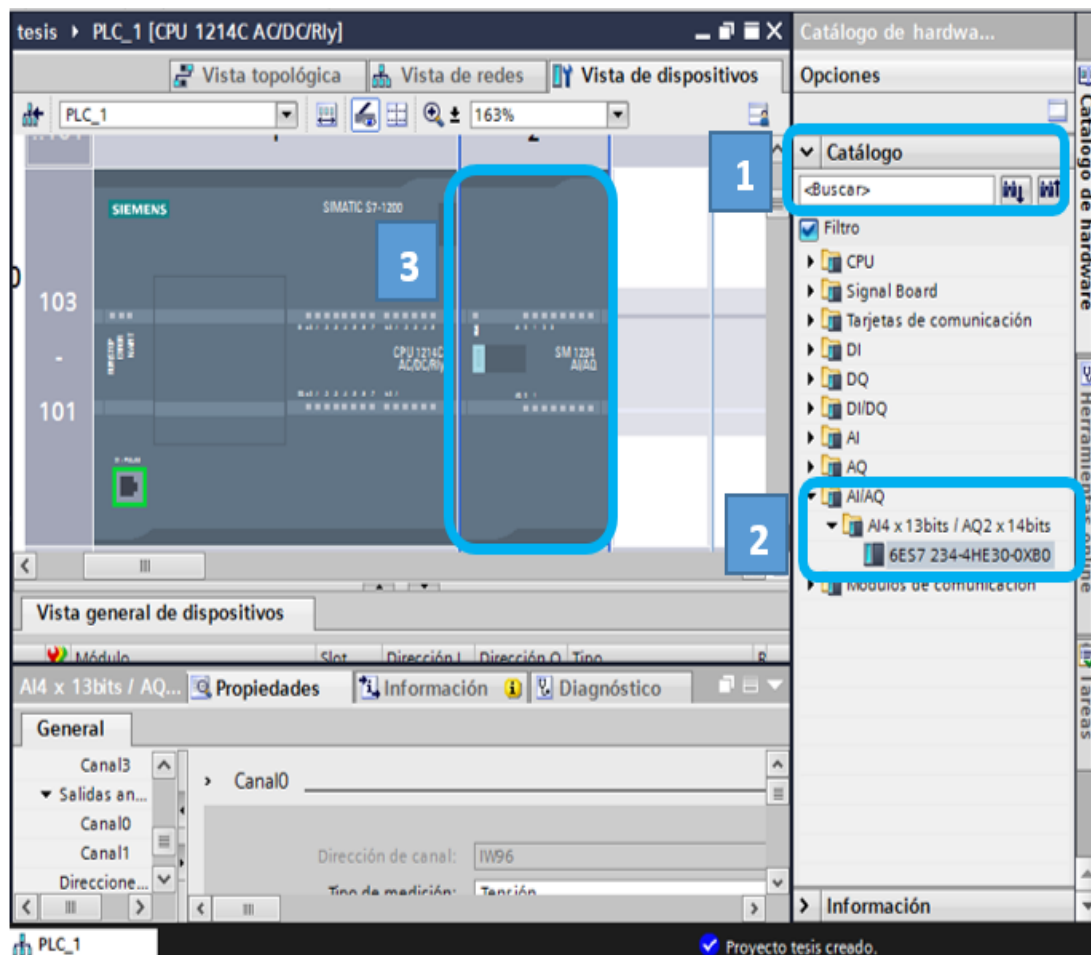

Figura 2.30: Adición del módulo de AI/AQ.
- Dirigirse al catálogo de hardware y elegir AI/AQ para poder añadir el módulo de entradas y salidas analógica AI 4x13 bits / AQ 2x13 bits, arrastrar este módulo a la vista de dispositivos como se indica en la figura 2.30.